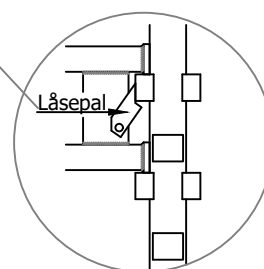

Fig. 4. Sikring af bjælker mod utilsigtet løft
Tværbjælken låses til søjlerne med låsepaler, (fig.4).
(5) Derefter monteres de ud- og indvendige 3 m længdebjælker, vinkelret i forhold til tværbjælken. Dette angiver *faglængden - ls*.
(6) Det næste søjlepar placeres på gevindfodpladerne og tværbjælken monteres mellem søjlerne, vinkelret i forhold til bygningen. Tværbjælken anbringes i det nederste bøjlepar
(7) Løft forsigtig de frie ender af længdebjælkerne og monter dem til søjlerne. Bjælkerne låses til søjlerne med låsepalerne (fig.4).
BEMÆRK!: Husk at låse bjælkerne, se fig.4.